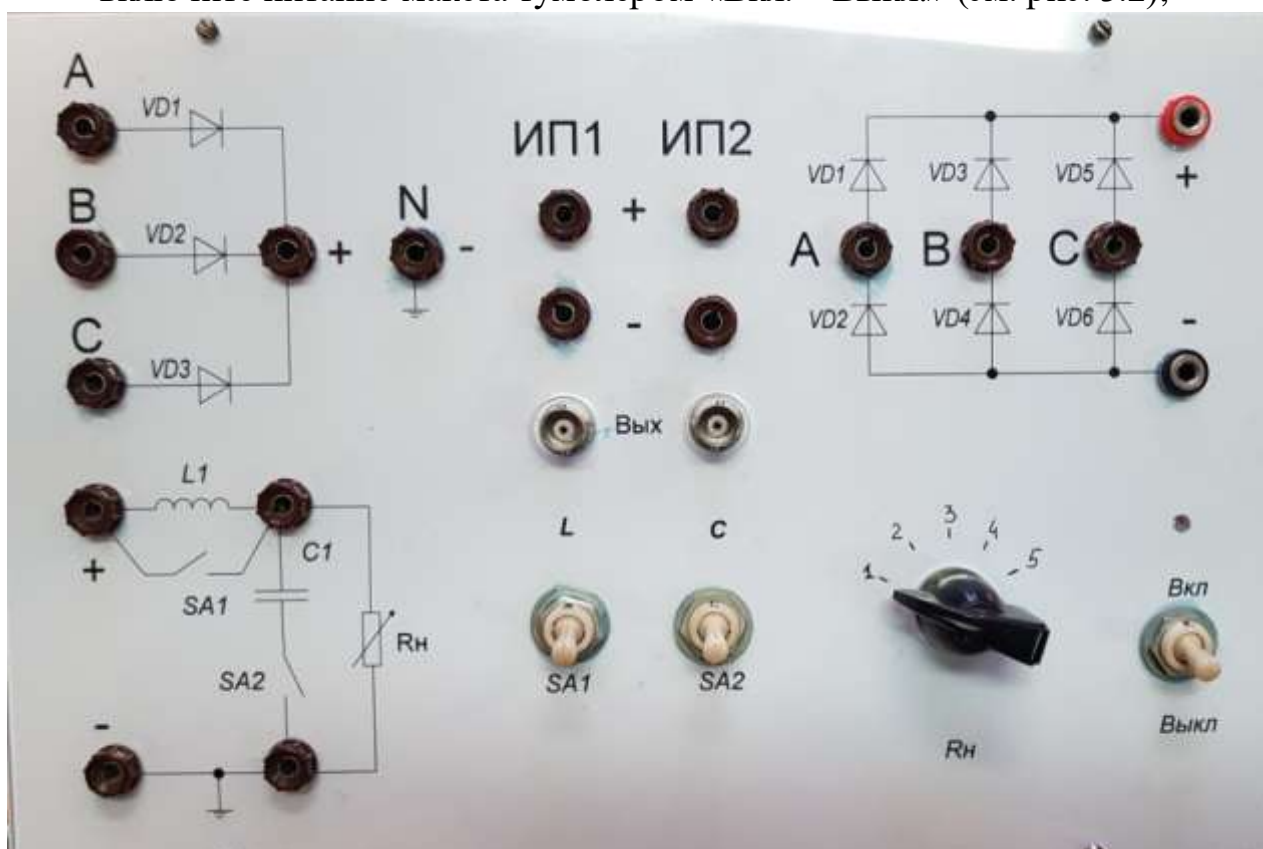

Рисунок 3.2 – Лицевая панель лабораторного макета
- включите питание макета тумблером «Вкл. – Выкл.» (см. рис. 3.2);